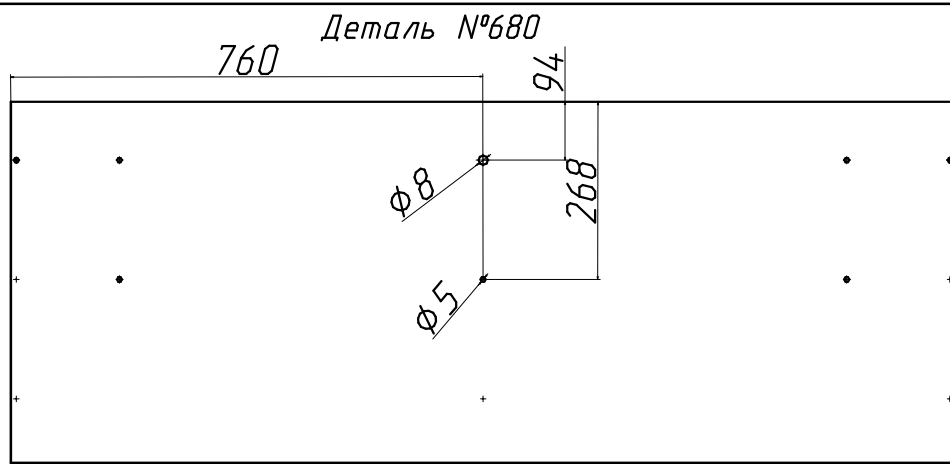

Рис.3
- №680(рис.3), 2 сквозных отверстия сверлом  $\phi 8$ мм и  $\phi 5$  мм.